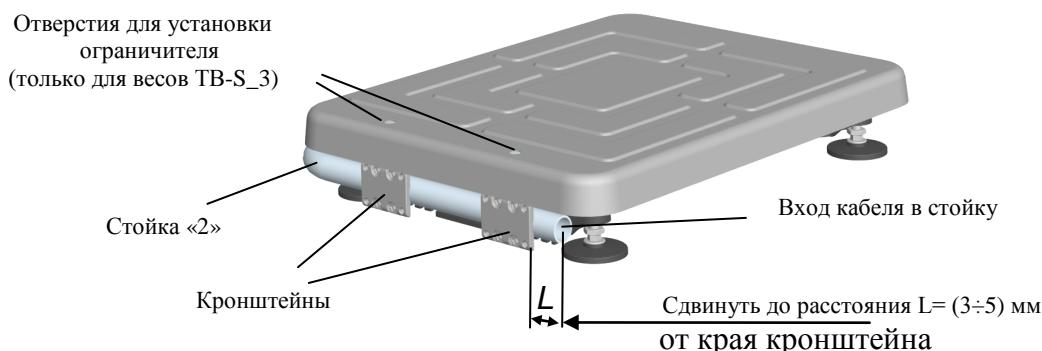

Рис. 5.1 - Крепление круглой вращающейся стойки к модулю TB-S
- Сдвинуть стойку S2 на расстояние  $L = 3\div5$  мм от края стойки, до края кронштейна, Рис. 5.1.